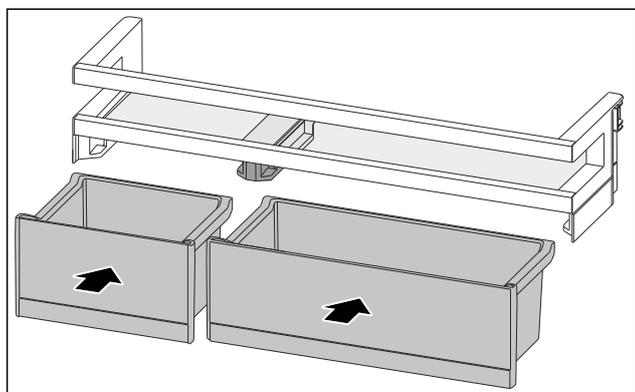

Fig. 88
- ▶ Coloque los VarioBoxes en disposición intercambiada. (consulte Fig. 88)